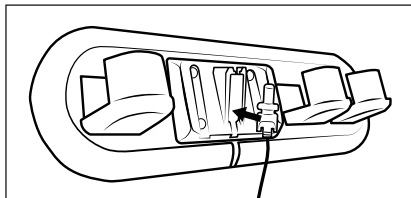

Fig. 4
- 1) Retirez le support mural **17** du support pour accessoires **16**. Insérez la fiche creuse **10** de l'adaptateur secteur **9** dans le support mural **17**, comme indiqué sur la figure suivante. Tournez la fiche creuse **10** pour la fixer (voir fig. 4).